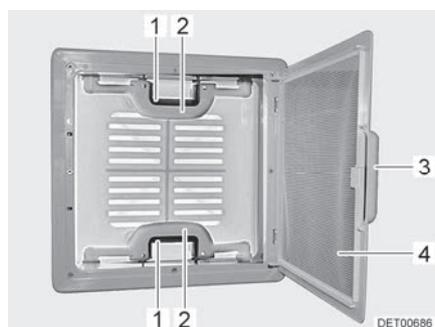

Fig. 19 Lanterneau à pousoirs
- Tirer sur la poignée (Fig. 19,3).
- Rabattre la moustiquaire (Fig. 19,4) vers le bas.
- Appuyer sur le verrou (Fig. 19,1) vers l'intérieur du lanterneau. Pousser le lanterneau simultanément vers le haut par la poignée (Fig. 19,2).
- Faire basculer la moustiquaire (Fig. 19,4) vers le haut jusqu'à ce qu'elle s'enclenche.
- Tirer fortement le lanterneau vers le bas par les deux poignées (Fig. 19,2) jusqu'à ce que les deux poussoirs (Fig. 19,1) s'encliquettent.